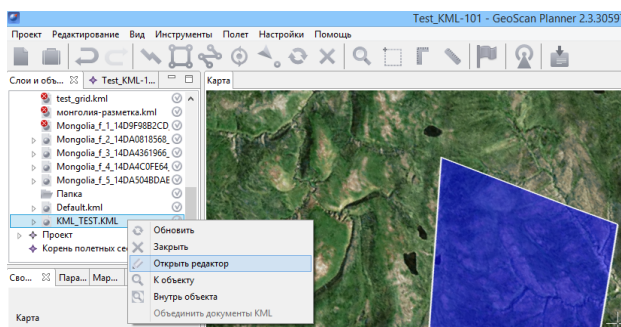

Рис. 35: Открытие редактора KML
1. В режиме  **Эксперт** открыть данный файл KML в редакторе (рис. 35).